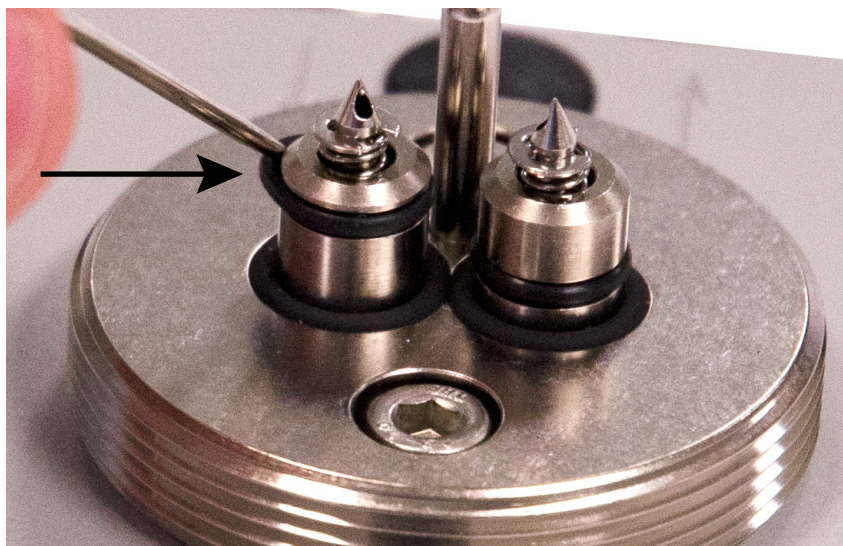

图 42. 仅在更换过滤器时拆下上部的一对“O”形圈
- 6 使用提供的工具拆下旧的上部“O”形圈，并更换为新的“O”形圈（图 42）。